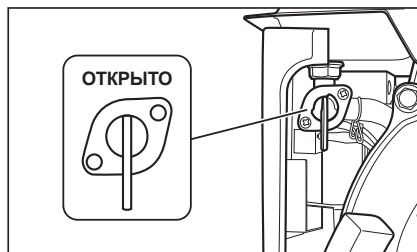

рис. 5
6. Поверните топливный кран в положение «Открыто» (рис. 5).